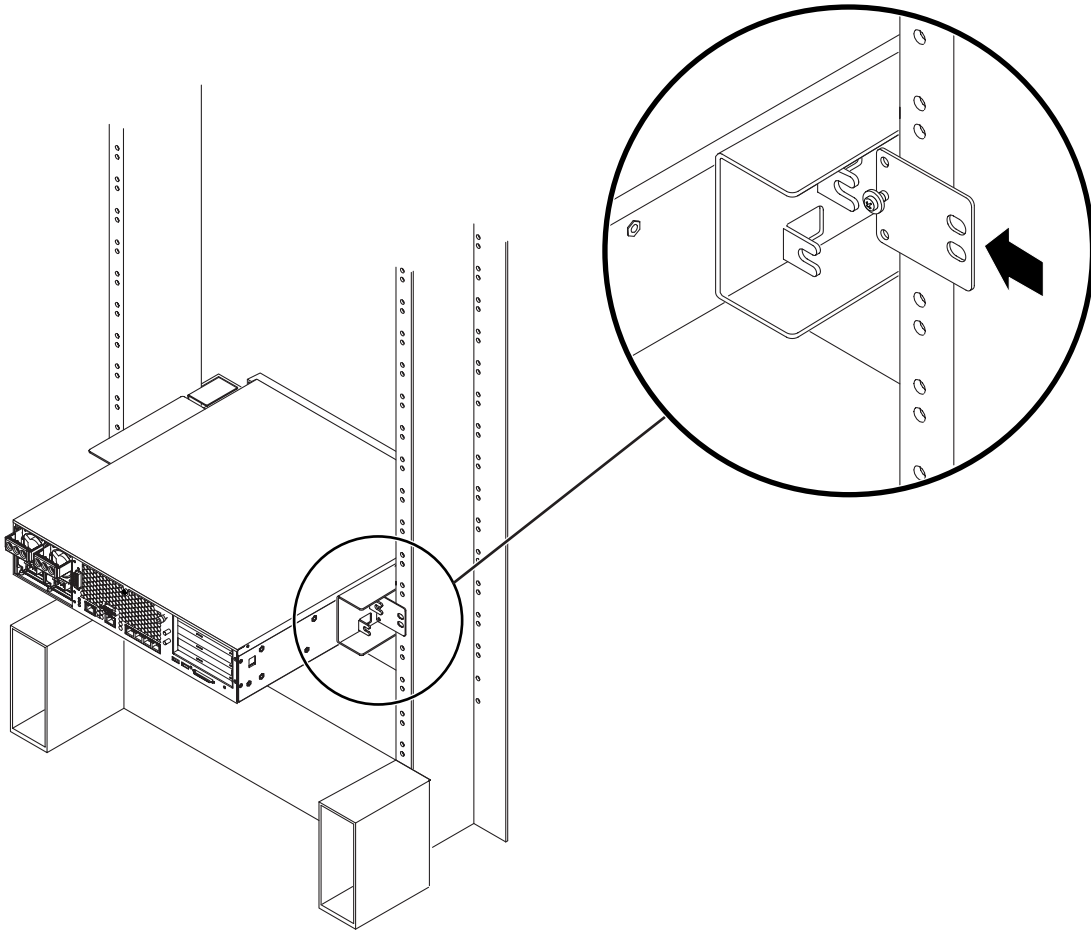

FIGURE 3-28 Installation de la plaque arrière sur le support latéral
- b. Faites glisser la plaque arrière de manière à ce que la vis pénètre dans l'un des œillets en veillant à ce que la tête de la vis fasse face à l'arrière du serveur et à ce que l'autre face de la plaque arrière se trouve devant la colonne de l'armoire (FIGURE 3-28).
- c. Resserrez la vis de manière à fixer la plaque arrière dans l'œillet du support latéral (FIGURE 3-28).